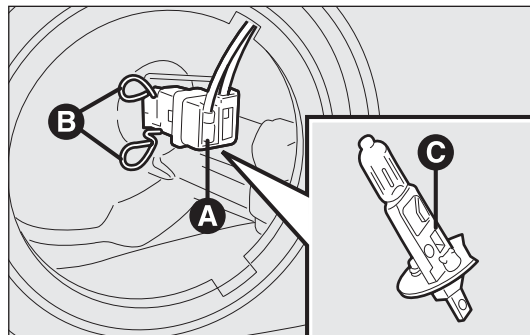

fig. 177
- ☐ desconecte el conector eléctrico A-fig. 177;
- ☐ desenganche el muelle de sujeción de la lámpara B-fig. 177;
- ☐ extraiga la lámpara C-fig. 177 y sustitúyala;